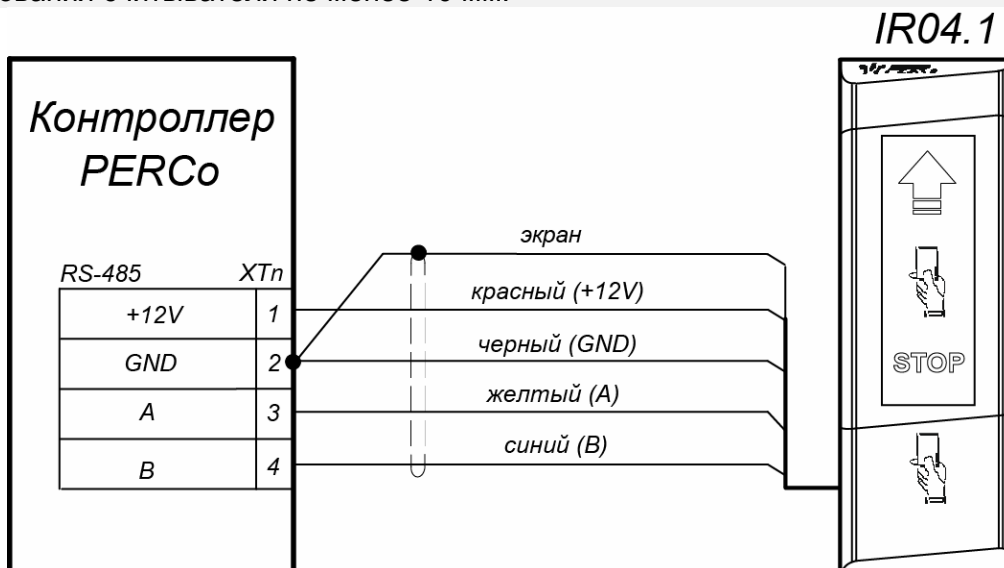

Рисунок 5. Схема подключения считывателя к контроллеру PERCo
- Проложите кабель, закрепите его и подключите к контроллеру **PERCo** (схему подключения смотри на рис. 5 и в руководстве по эксплуатации на соответствующий